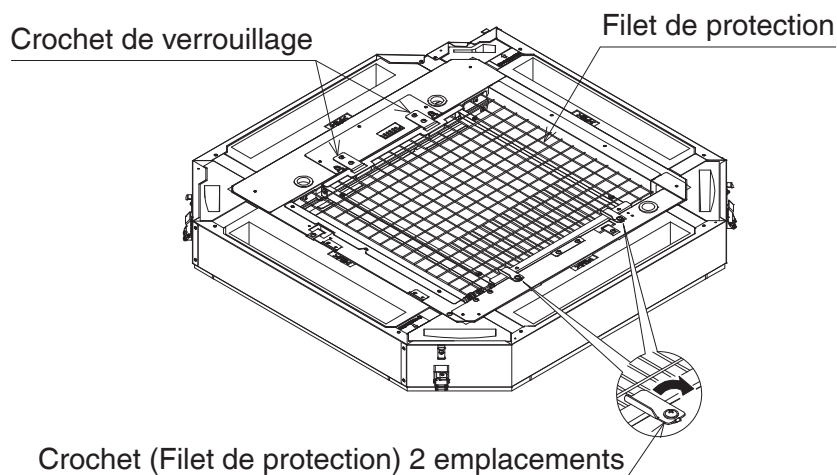

Figure 4
- (1) Retirez les rubans fixant les 2 crochets (filet de protection) pour pouvoir tourner les 2 crochets (filet de protection). (Reportez-vous à la **Figure 4**.)